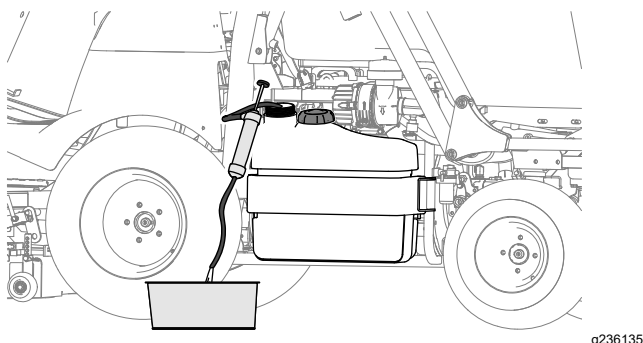

Figure 73
- Si vous remisez la machine pendant une période prolongée, videz le réservoir de carburant à l'aide d'une pompe à siphonner (Figure 73).
- Si le circuit d'alimentation est contaminé, videz le réservoir de carburant avec une pompe à siphonner (Figure 73), nettoyez le réservoir et rincez-le avec de gazole propre.